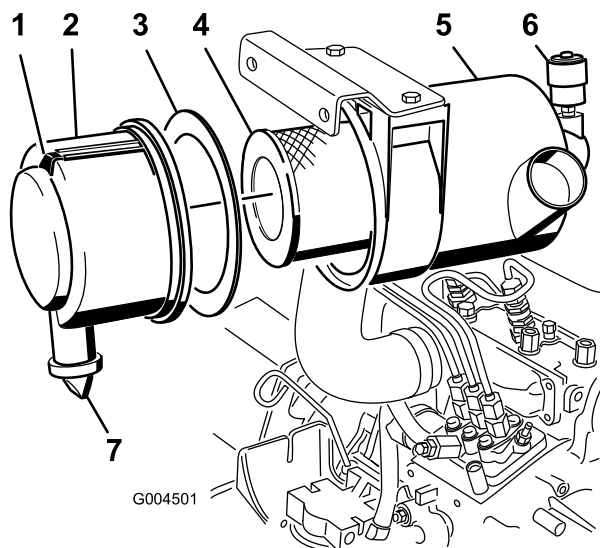

Рисунок 34
3. Производите обслуживание фильтра воздухоочистителя при появлении в окне индикатора сигнала красного цвета или через каждые 400 часов работы (при работе в условиях сильных загрязнений или запыленности производите обслуживание чаще) (Рисунок 34).